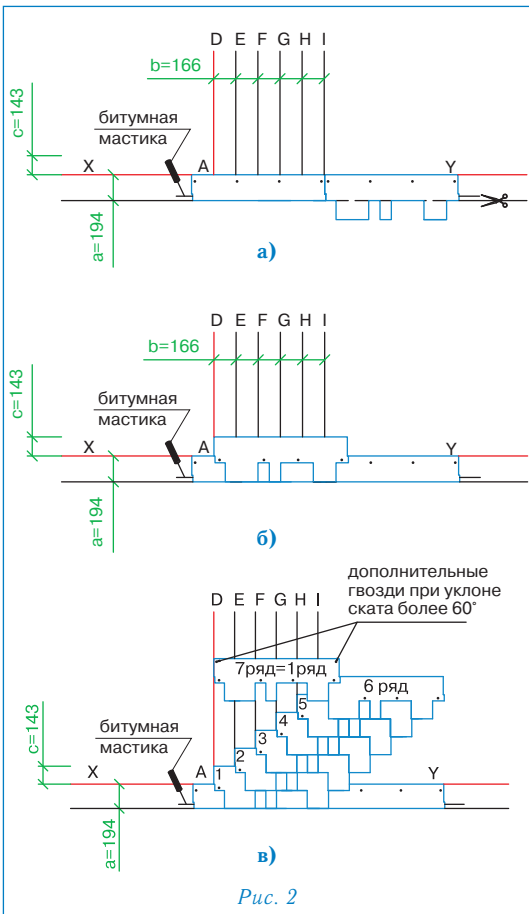

Рис. 2
### Укладка материала (рис. 2)
- Начальный ряд формируется из листов черепицы ГОТИК с обрезанными лепестками. Полученные таким образом полосы шириной 19,4 см укладываются по линии карниза в обе стороны от линии I (рис. 2а) и фиксируются по нижнему краю битумной мастикой, а по верхней кромке 4 гвоздями (ось гвоздей на 5 см ниже верхнего края полосы);
- далее первый ряд черепицы укладывается от линии AD (рис. 2б);
- второй ряд укладывается от линии E (со смещением 16,6 см от AD) (рис. 2в);
Каждый лист черепицы ГОТИК крепится 4 гвоздями таким образом, чтобы гвоздь прошивал и верхний край низлежащего листа черепицы (рис. 2в).